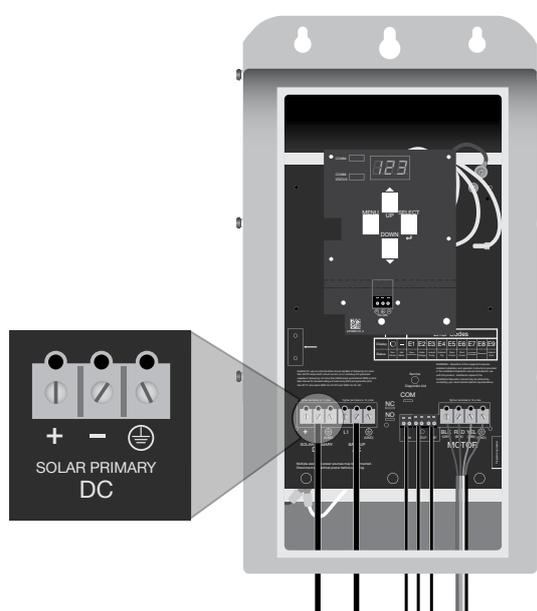

Figura 3: Conexões do cabo CC
- Conecte os cabos da desconexão CC externo aos terminais denominados “Solar Primary DC” nos terminais marcados +, - e GND (terra). (Figura 3). Torque de aperto: 1,7 Nm (15 lb-in).